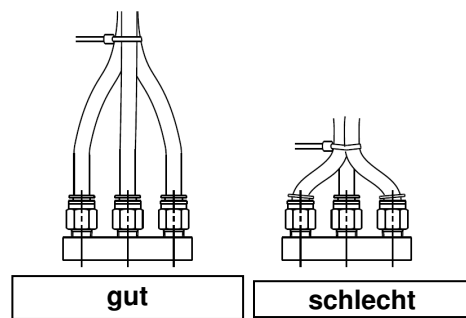

Abb. 8
- Bei der Verbindung der Schläuche mit einem Kabelbinder o. Ä. darauf achten, dass die Steckverbindungen keiner äußeren Kräfteinwirkung ausgesetzt werden (siehe Abb. 8).